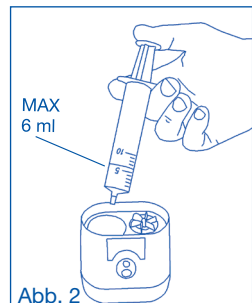

Abb. 2
2. Die Medikamentendosis (Max. 6 ml) in die Auffangschale geben (bei Spritzen entfernen Sie bitte die Nadel) (Abb. 2); es ist empfehlenswert, das Heilmittel mindestens bis auf 4 ml mit physiologischer Lösung zu verdünnen um die Verneblung zu optimieren.